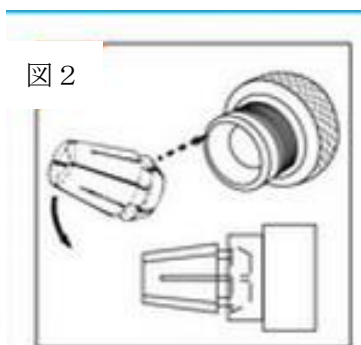

図2
- 6) コレットをホルダーの雄ネジ側にはめ込みます。雄ネジ側のコレット装着部の穴に円の半分ほどが出っばっているのでこの部分にコレットのくびれ部を斜め(約 45°)にあてがいがいながら押し込むことによって正しく装着できます(図2)。正しく装着できたらホルダーセットのかたわれであるナットを軽くつなぎます。
- 5) コレットをホルダーの雄ネジ側にはめ込みます。雄ネジ側のコレット装着部の穴に円の半分ほどが出っばっているのでこの部分にコレットのくびれ部を斜め約45°にあてがいながら押し込むことによって正しく装着できます(図2)。正しく装着できたらホルダーのかたわれであるナットを軽くつなぎます。これでホルダーの雄ネジ側、コレット、そしてナットが一体となりました。